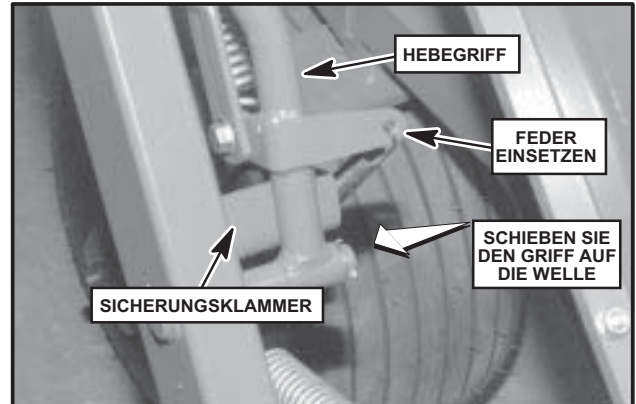

Abbildung 27
3. Bringen Sie eine geringe Menge lithiumbasierten Fetts auf die Montagewelle des Hebegriffs auf und schieben Sie den Hebegriff auf die Welle. Die an die Unterseite des Handgriffs geschweißte Klammer zeigt nun zur Vorderseite des Fahrzeugs (siehe Abb. 27).
4. Sichern Sie den Hebegriff mit einer (1) Unterlegscheibe (Teilenummer 548165) und einem (1) Splint (Teilenummer 304635).
5. Verbinden Sie ein Ende der Feder mit dem Montagepunkt an der Unterseite des Griffs und befestigen Sie das andere Ende der Feder an der Bohrung der Sicherungsklammer (siehe Abb. 27 & 28).